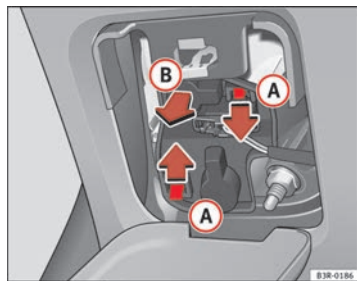

Abb. 221 Lampenträger ausbauen
- Auf die Laschen **A** ⇒ Abb. 221 in Pfeilrichtung drücken und den Lampenträger gemäß dem Pfeil **B** herausnehmen.